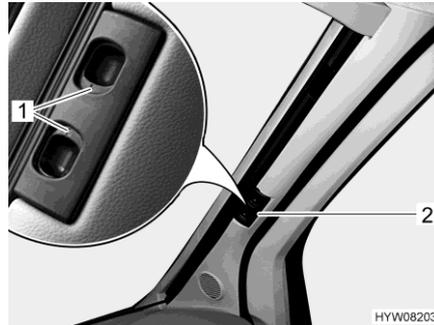

Fig. 108 Tendina oscurante pieghevole (parabrezza)
- Premere le maniglie di sbloccaggio (Fig. 108,1) e mantenerle premute.
- Tirare la tendina oscurante pieghevole del parabrezza per la maniglia (Fig. 108,2) verso il centro della finestra.
- Spingere verso l'esterno le due metà della tendina oscurante pieghevole del parabrezza per la maniglia (Fig. 108,2) fino all'arresto. Durante questa operazione sollevare la maniglia all'altezza della rientranza di bloccaggio.
- Rilasciare le maniglie di sbloccaggio (Fig. 108,1) e mantenerle innestate.